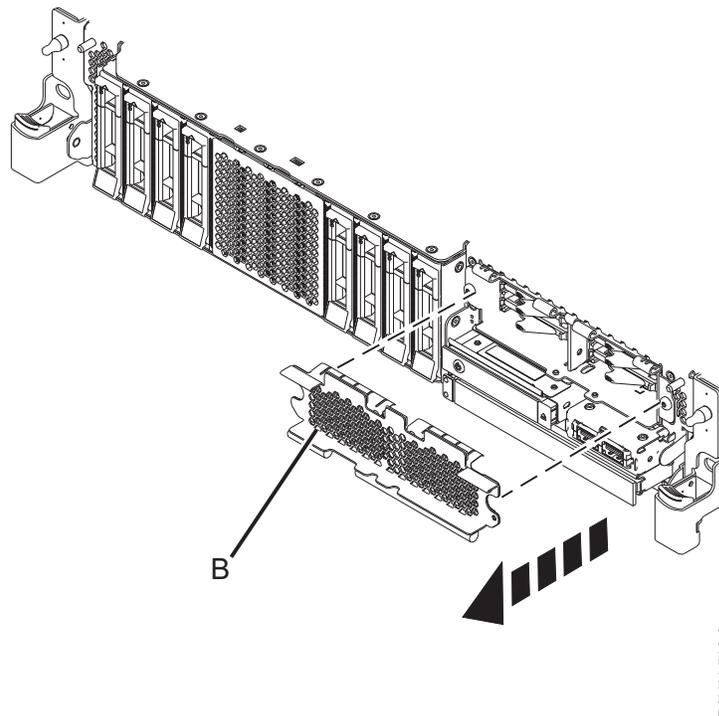

Figure 52. Retrait du cache du compartiment SSD pour accéder aux emplacements SSD d'un système à fonction étendue
11. Pour accéder aux emplacements SSD, retirez le cache perforé (**B**) qui obstrue le compartiment SSD comme illustré dans la figure 52.